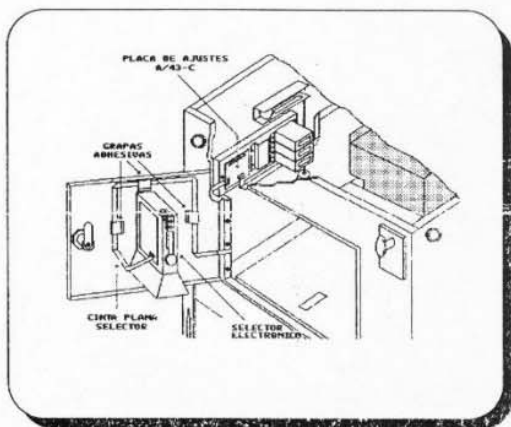

Figura 2
- Sustituir la placa de Ajustes A/43-b por la nueva placa A/43-C (ver figura 2).